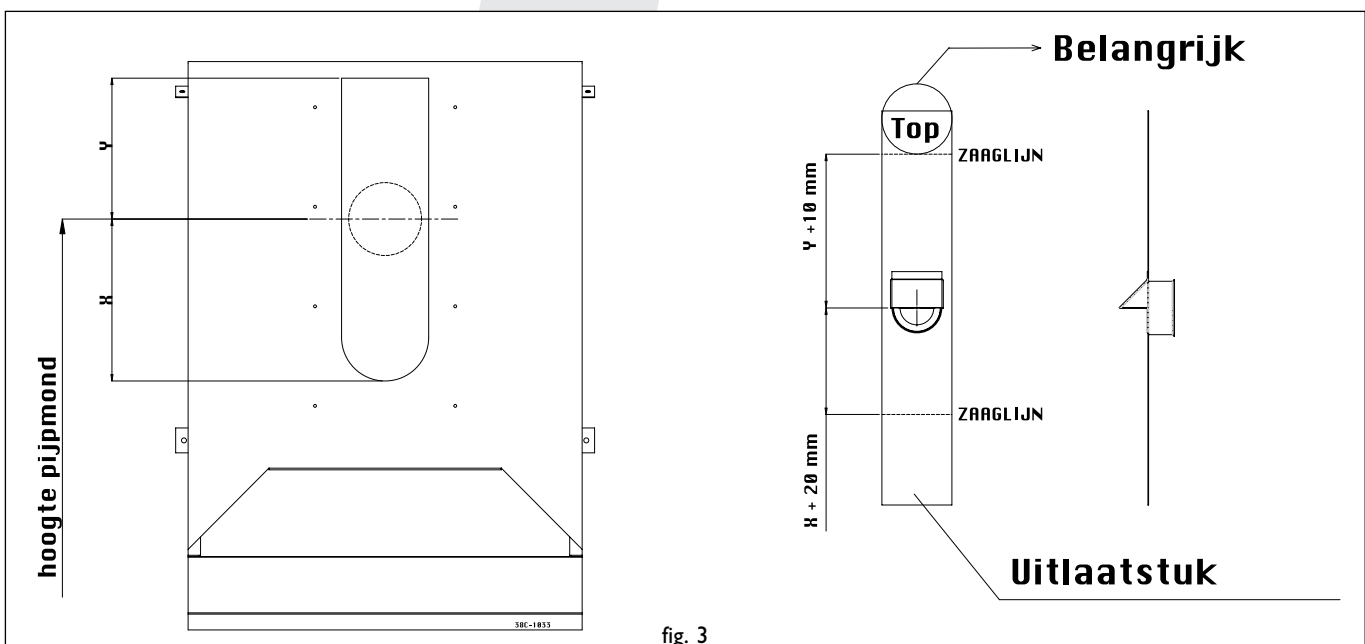

fig. 3
- Sluit het uitlaatstuk aan op het schoorsteenkanaal en bepaal de lengte van de plaat d.m.v. fig 3